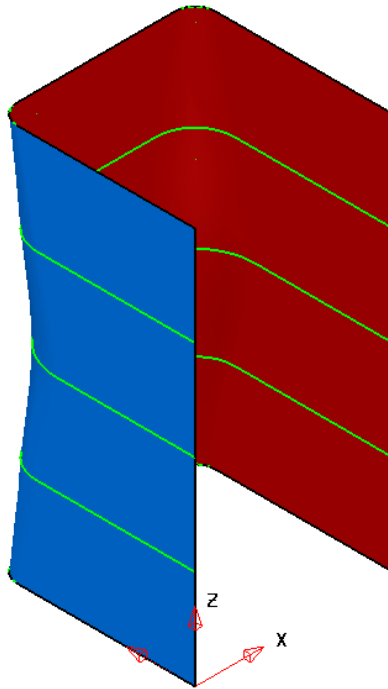

Figura 2.83 Curva lateral.
- Si la superficie creada es color rojo en el exterior (el rojo indica la parte interna), se debe invertir. Hacer clic derecho sobre la superficie y seleccionar del menú Power Superficie la opción Invertir, la superficie se invierte, mostrándose de color azul en el exterior (Figura 2.83).